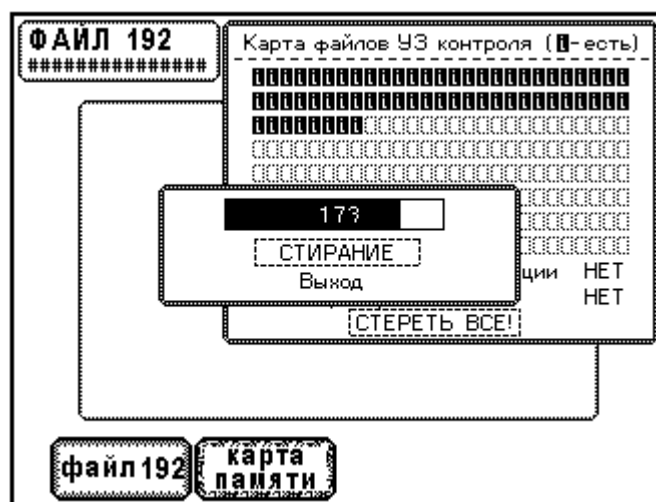

Рис.8.2.2. Процесс стирания памяти данных ультразвукового контроля.
Последний элемент меню «СТЕРЕТЬ ВСЕ!» предназначен для очистки файлов данных ультразвукового контроля. Выбор этого элемента с помощью кнопки ↵ открывает окно стирания файлов (Рис.8.2.2.).
3. Процесс стирания файлов отображается на индикаторе в верхней части окна (см. Рис. 8.2.2.). В центре индикатора выводится номер стираемого файла.